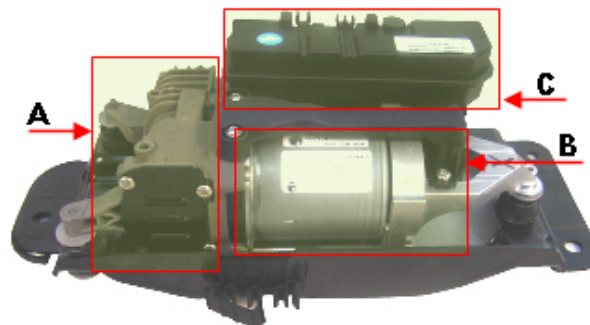

Fig. 1
- sezione (A): cilindro – pistone (Fig. 1)
- sezione (B): motore elettrico (Fig. 1)
- sezione (C): gruppo elettrovalvole (Fig. 1)